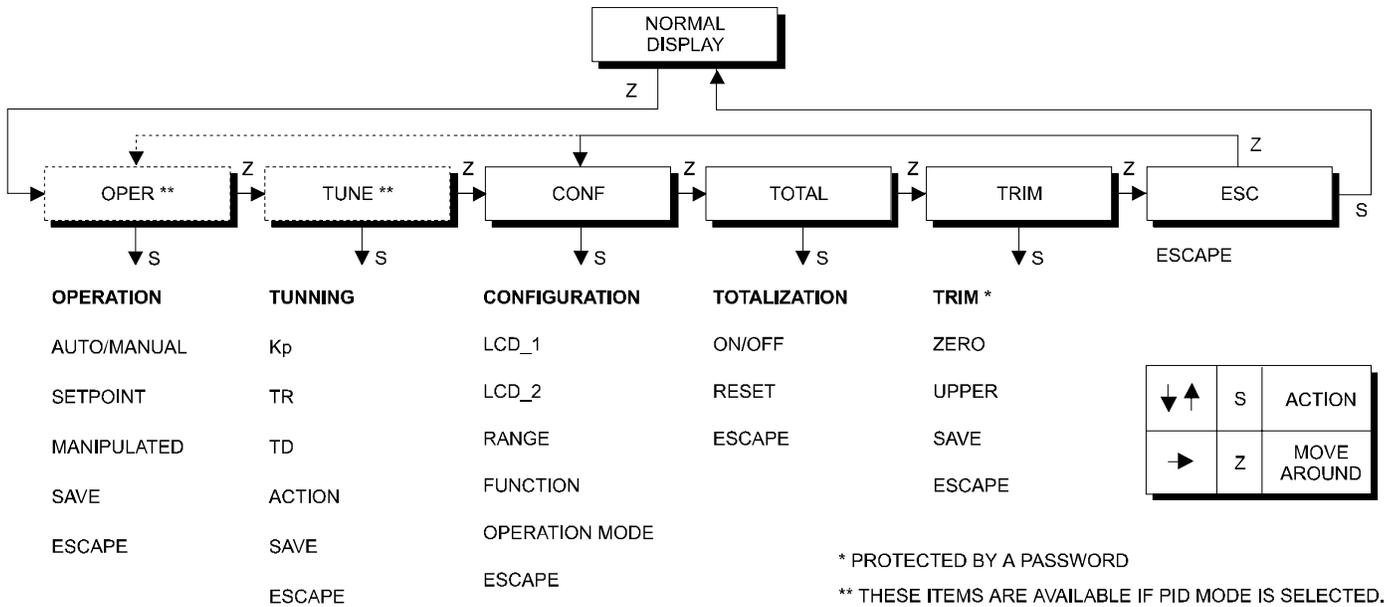

图 4.2 – 本地调整编程树 – 主菜单
- 2 – 为了抵达所希望的选项并浏览该选项，等待直至其被显示，然后将磁性工具从(**Z**) 移到(**S**)。参见图 4.2 – 本地调整编程树，以便了解所希望选项的位置。通过将磁性工具再一次放入 (**Z**)，可以浏览该分支中其它选项。
本地调整采用树状结构，通过将磁性工具放入(Z)，可以浏览分支选项；放入(S)，可以看到所选选项的明细。图 4.2 – 本地调整的编程树表明了 LD301 的有效选项。